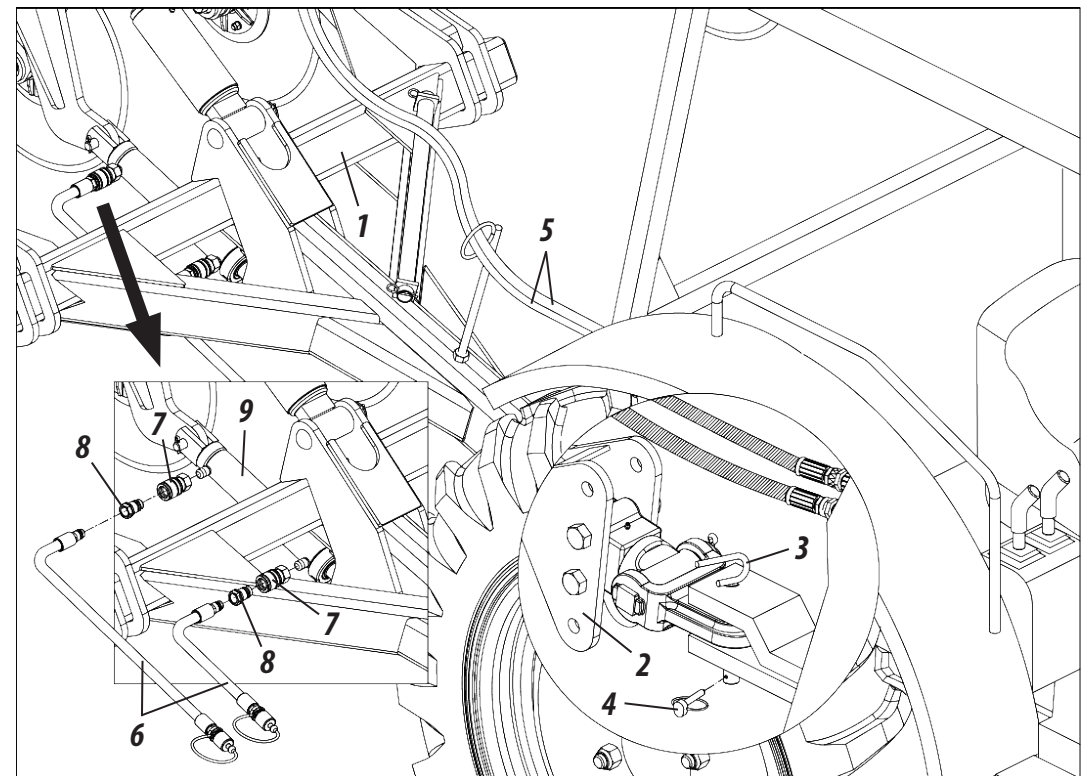

Figura 13
ENGATE AO TRATOR (FIGURA 13)
- 2- Depois, nivele o cabeçalho de engate (1) da semeadora em relação ao engate do trator através das regulagens (2) do jumelo de engate. Em seguida, aproxime-se lentamente ao trator a semeadora em marcha-a-ré, ficando atento a aplicação dos freios.
- 3- Em seguida, engate do cabeçalho de engate (1) ao trator, fixando-o através do pino de engate (3) e trava (4).
- 4- Depois, acople o restante das mangueiras (5) no engate rápido do trator, **conforme mostra a figura 13.**